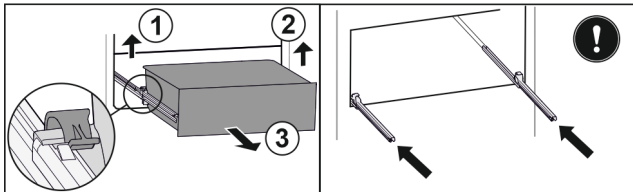

Fig. 89
- ▶ Soulever la bride gauche et tirer dans le même temps la partie gauche du tiroir vers l'avant. Fig. 89 (1)
- ▶ Soulever la bride droite et tirer dans le même temps la partie droite du tiroir vers l'avant. Fig. 89 (2)
- ▶ Retirer le tiroir par l'avant. Fig. 89 (3)